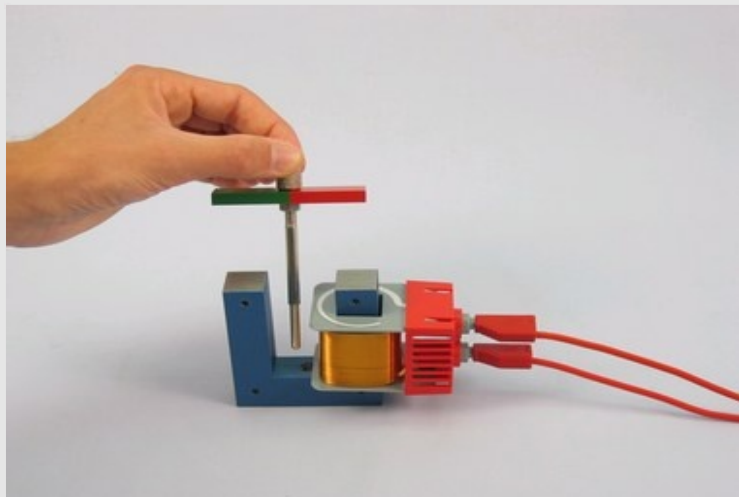

Fig. 5
- Introduis l'extrémité fine du manche rotatif avec aimant dans le noyau en U (voir fig. 5 et 6). Choisis une distance d'environ 5 mm. Fais tourner l'aimant très rapidement, observe la lampe et note tes observations sous "Résultat - Observations 6" dans le protocole.